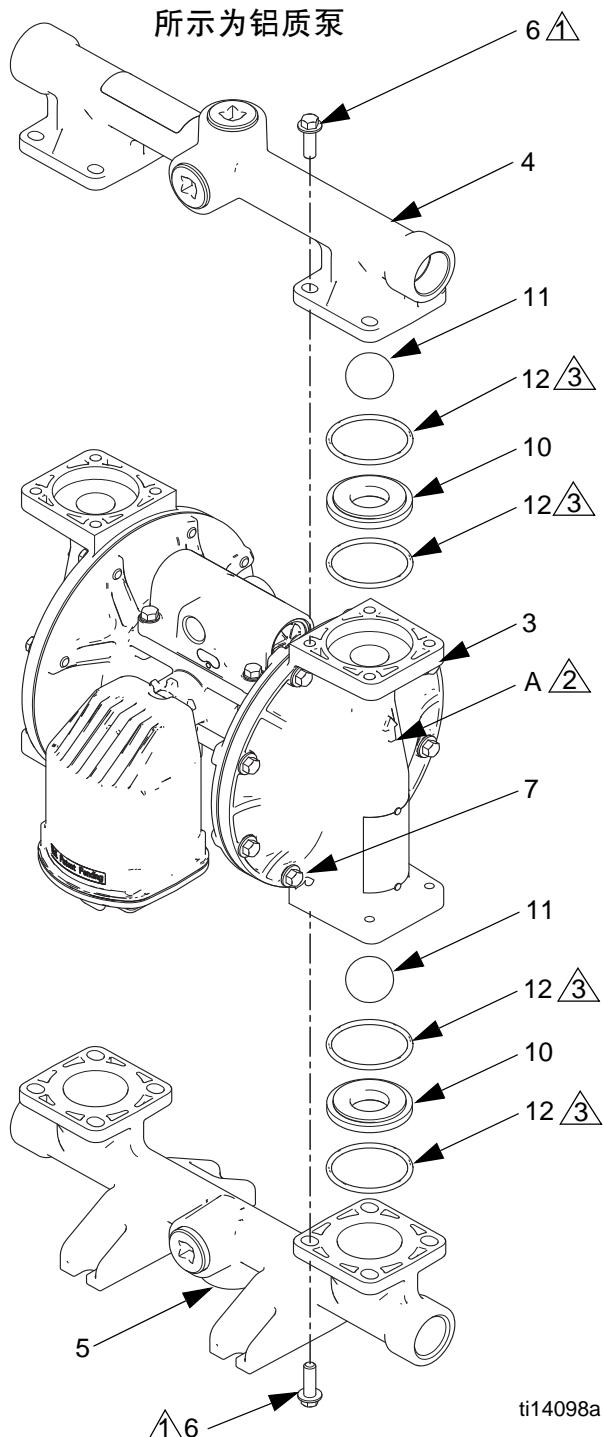

图 7. 球止回阀组件
3. 使用 10 毫米套筒扳手卸下出口歧管紧固件 (6)。参见图 7。
4. 卸下 O 形圈 (12, 有些型号上没有)、阀座 (10) 和阀球 (11)。
5. 将泵反过来并卸下入口歧管。卸下 O 形圈 (12, 有些型号上没有)、阀座 (10) 和阀球 (11)。
2. 按照图 7 中的所有注释，以相反的顺序重新组装。确保球阀 (10-12) 和歧管 (4、5) 都完全按照图示进行组装。流体盖上的箭头 (A) 必须指向出口歧管 (4)。